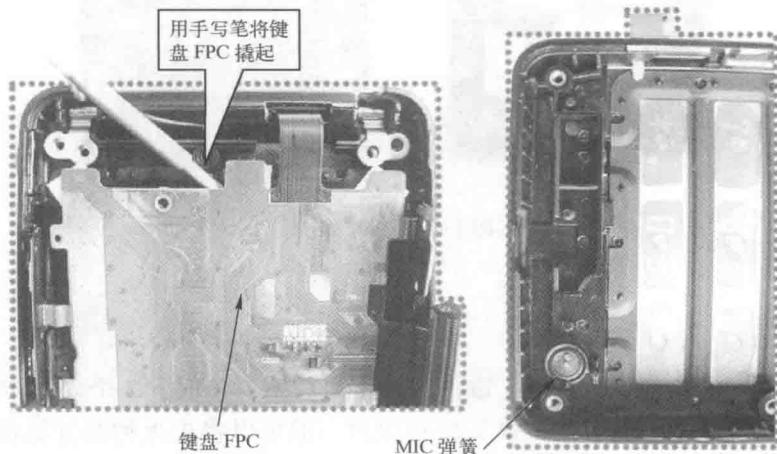

图 1-14 卸下面壳
(2) 用手写笔将键盘 FPC 撬开一些，用手小心将键盘 FPC 取出，即可卸下主板，如图 1-14 和图 1-15 所示。